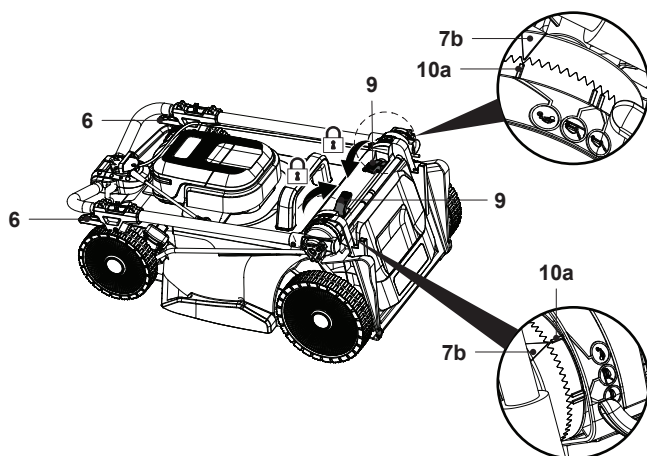

Fig. 24
- Para ahorrar espacio, también puede abrir las dos palancas de bloqueo (6) y recoger hasta el tope la parte superior del manillar; para ello, fije bien las conexiones (6, 9) y asegúrese de que el triángulo indicador (7b) esté alineado con el indicador de estacionamiento (10a) para evitar que el producto se abra (Fig. 24).